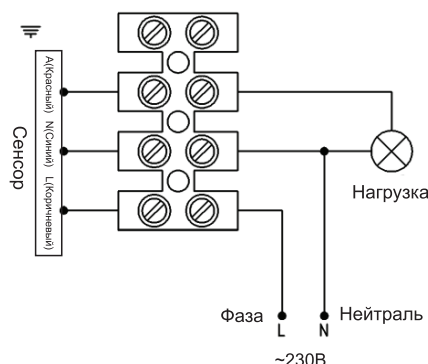

Рис. 2
4. Подключите провода к клеммным зажимам в соответствии со схемой (см. рис.2)